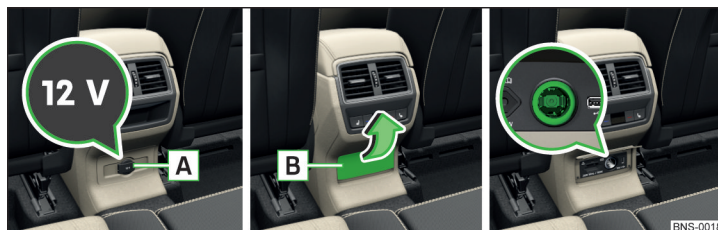

Abb. 116 Abdeckung der 12-Volt-Steckdose / Abdeckung der 12-Volt-Steckdose aufklappen
- Zum Gebrauch die Abdeckung **A** öffnen bzw. die Abdeckung **B** in Pfeilrichtung aufklappen » Abb. 116.